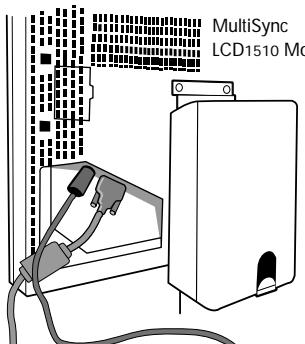

Abb. C.1
4. **MultiSync LCD1510, MultiSync LCD1510V:** Schließen Sie das 15-Pin Mini D-SUB Signalkabel und das AC-Adapterkabel an den entsprechenden Anschluß auf der Rückseite des Monitors an (Abb. C.1).